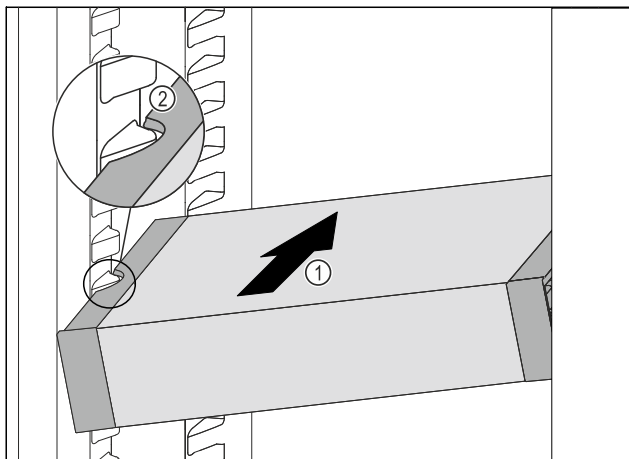

Fig. 123
- Împingeți VarioSafe oblic în frigider Fig. 123 (1), până când degajările laterale Fig. 123 (2) ale VarioSafese află la înălțimea nervurii recipientului din frigider.